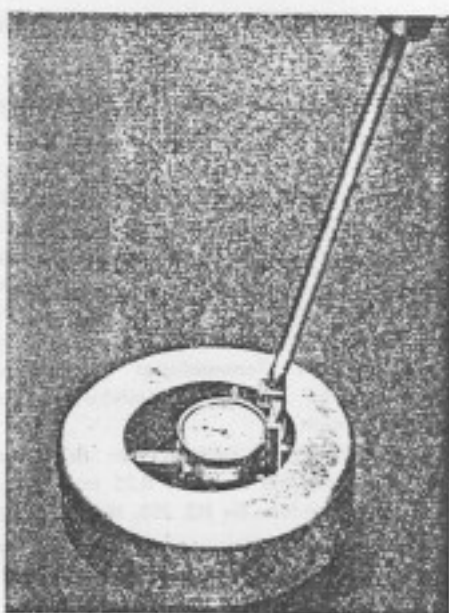

Bild 62. Einstellen der Meßuhr eines Lehringes auf Normal-Durchmesser
2. Mit Hilfe eines Lehringes (Bild 62) wird die Meßuhr zunächst auf den Normaldurchmesser eingestellt.